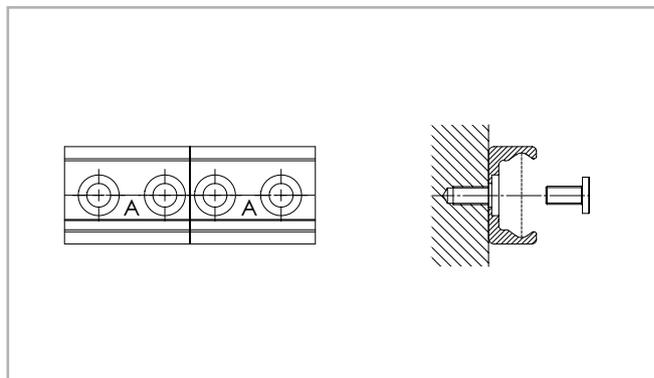

Fig. 166
- (1) Fissare le guide singole sulla superficie di montaggio serrando tutte le viti tranne l'ultima sulla giunzione.
- (2) Montare le viti di fissaggio terminali senza serrarle (vedere fig. 166).